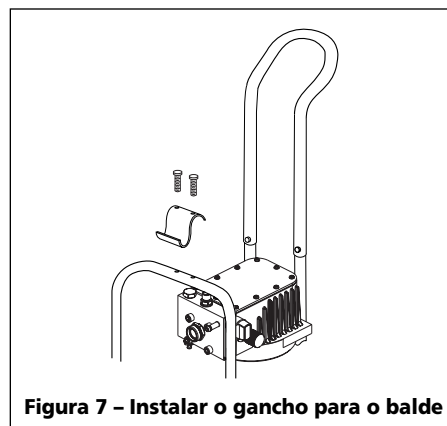

Figura 7 – Instalar o gancho para o balde
10. Alinhar os dois furos do gancho do balde com os dois furos do topo da estrutura (ver Figura 7).